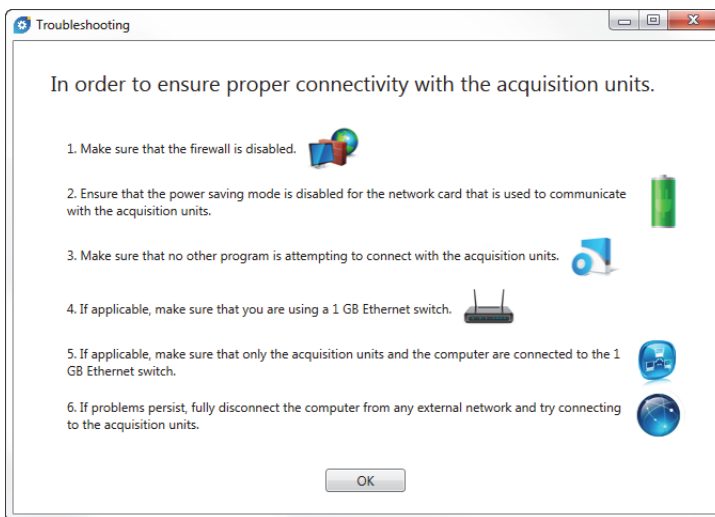

Рис. 1-21 Диалоговое окно Диагностика неисправностей
- ◆ Щелкните **Troubleshooting** (Диагностика неисправностей) для отображения возможных причин проблем подключения; следуйте указанным инструкциям (Рис. 1-21 на стр. 42).